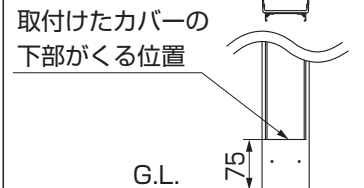

図2-1 取付け前加工図
- ①カーポート柱のブラケット 取付ボルトからG.L.までの寸法を確認し、図2-1を参考に配線カバーを切断してください。
- ②カーポート柱にφ3.6の穴加工をしてください。
- ③配線カバーにφ5の穴加工をしてください。
- ④照明本体を取付ける場合は、配線カバーにφ3.5とφ10の穴加工をしてください。（※参照）